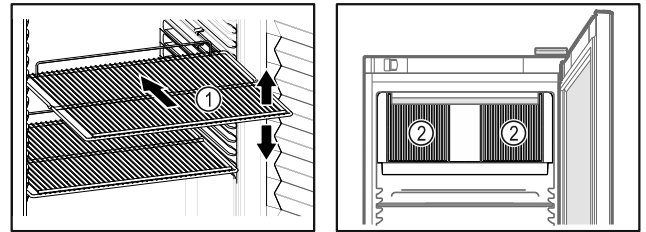

Fig. 78 Eksempelfremstilling Fig. 79
- Hvis oppbevaringshyllene Fig. 78 (1) kan flyttes, juster etter høyden.